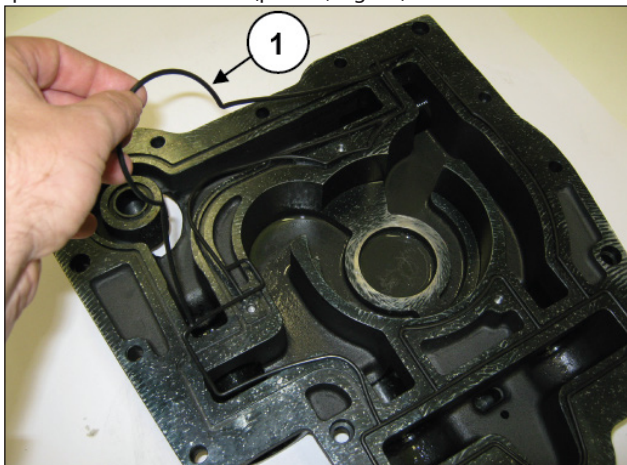

Fig. 53
Rimuovere la guarnizione O-ring sagomata e sostituirla qualora fosse necessario (pos. ①, Fig. 53).